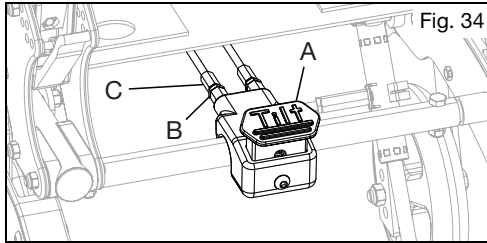

Fig. 34
- a. Presione el pedal (Fig. 34:A).
- a. Use dos llaves de 10 mm para aflojar la contratuerca (Fig. 34:B) mientras mantiene la posición (Fig. 34:C) del ajustador. Repita en el cable opuesto.